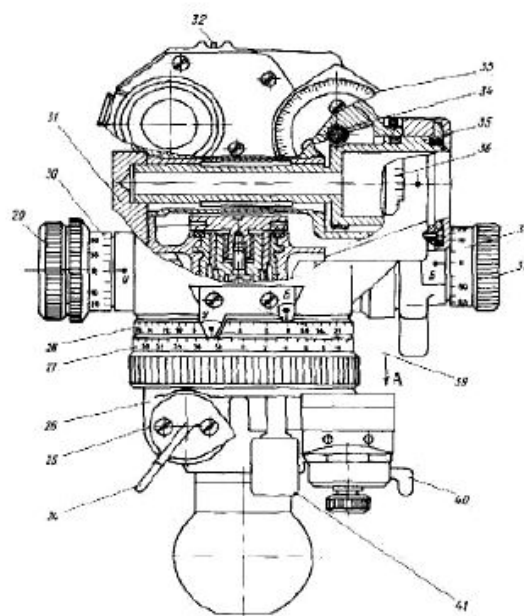

Рисунок 2.3 - Буссоль ПАБ – 2М в разрезе
Точное наведение буссоли (см. рисунок 2.3) в горизонтальной плоскости достигается вращением маховичка отсчетного (29, 38) (установочного) червяка. Для быстрого поворота буссоли используется отводка, выводящая из зацепления отсчетный (23) (установочный (24)) червяк с соответствующей шестерней. На нижнюю часть основной шестерни одето угломерное кольцо (27), выше него закреплено буссольное кольцо (28).